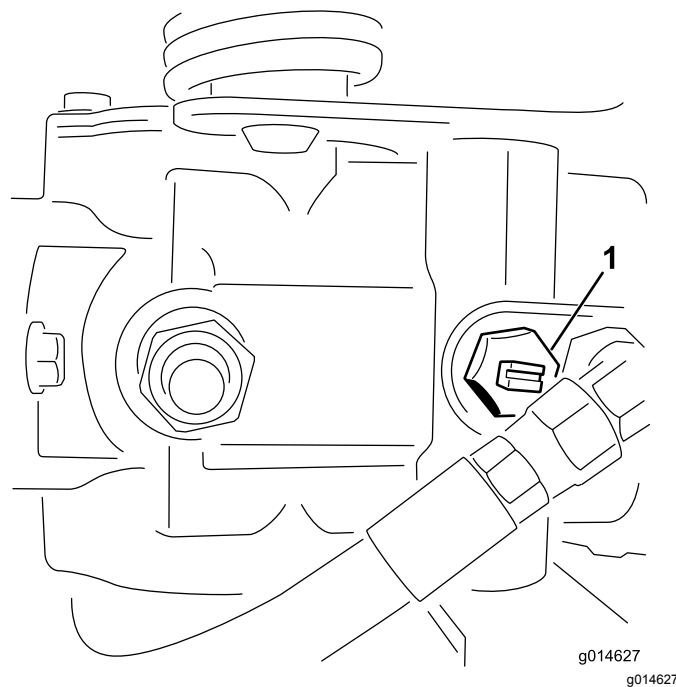

图 27
1. 找到并旋转泵上的旁通阀使槽处于垂直位置图 27。
2. 启动发动机之前、旋转旁通阀、使槽处于水平位置、这样就可以关闭旁通阀 (图 27)。